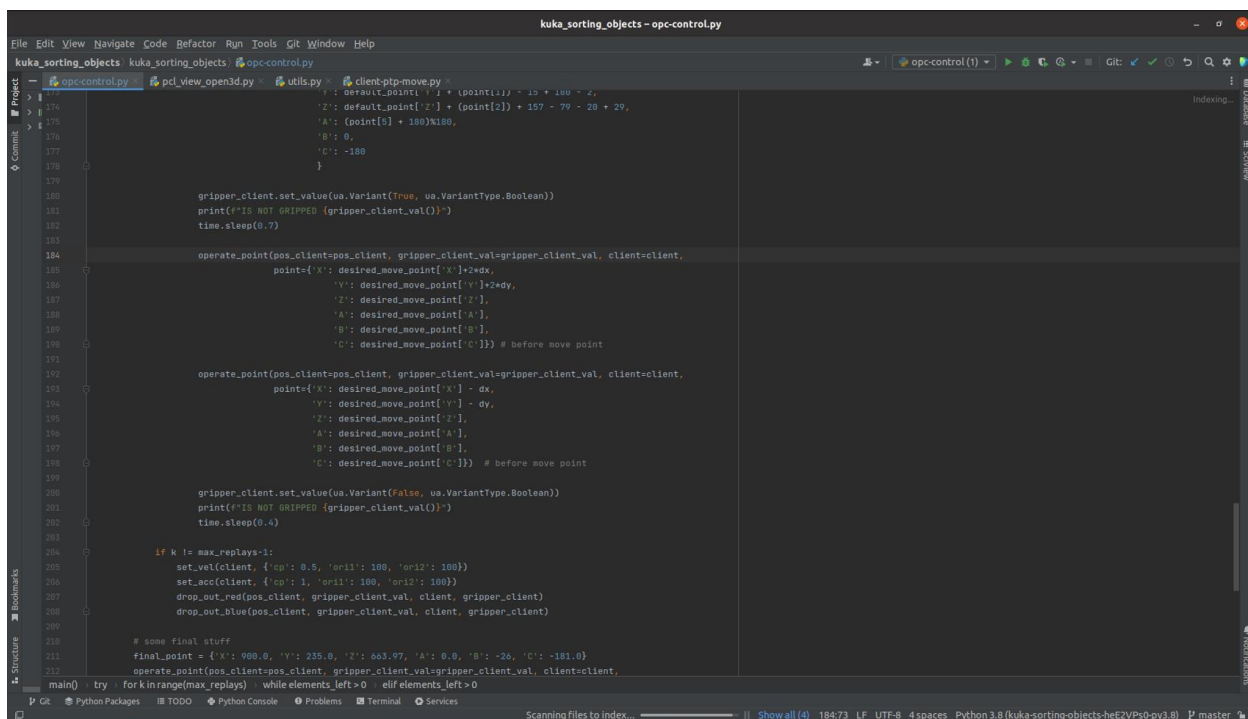

Рисунок 1 - Окно с запущенной программой и проектом
– запустите «PyCharm» и создайте новый проект или откройте существующий (Рис.1).